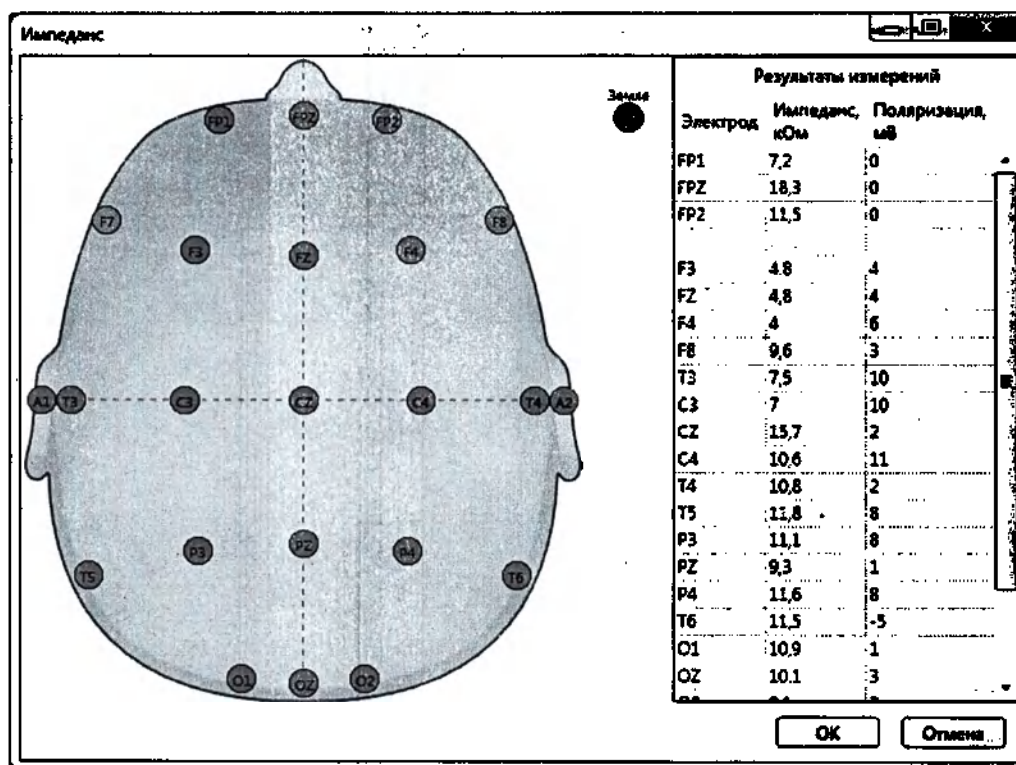

Рис. 34. Измерение импеданса
6. После наложения электродов проконтролируйте качество их наложения в окне программы (рис. 34), нажав Кнопку измерения импеданса (см. Руководство пользователя на программное обеспечение «Нейрон-Спектр.NET»), либо напрямую на приборе, однократно нажав на Кнопку выбора режима работы: при включении режима измерения импеданса на приборе Индикатор измерения импеданса будет гореть зеленым цветом. Назначение индикации см. в разделе 1.3 «Назначение разъемов и индикаторов». При неудовлетворительном качестве наложения электрода повторите операции по подготовке кожи пациента перед повторной установкой электрода и/или смочите отводящую поверхность электрода физиологическим раствором и/или добавьте токопроводящий гель/пасту.